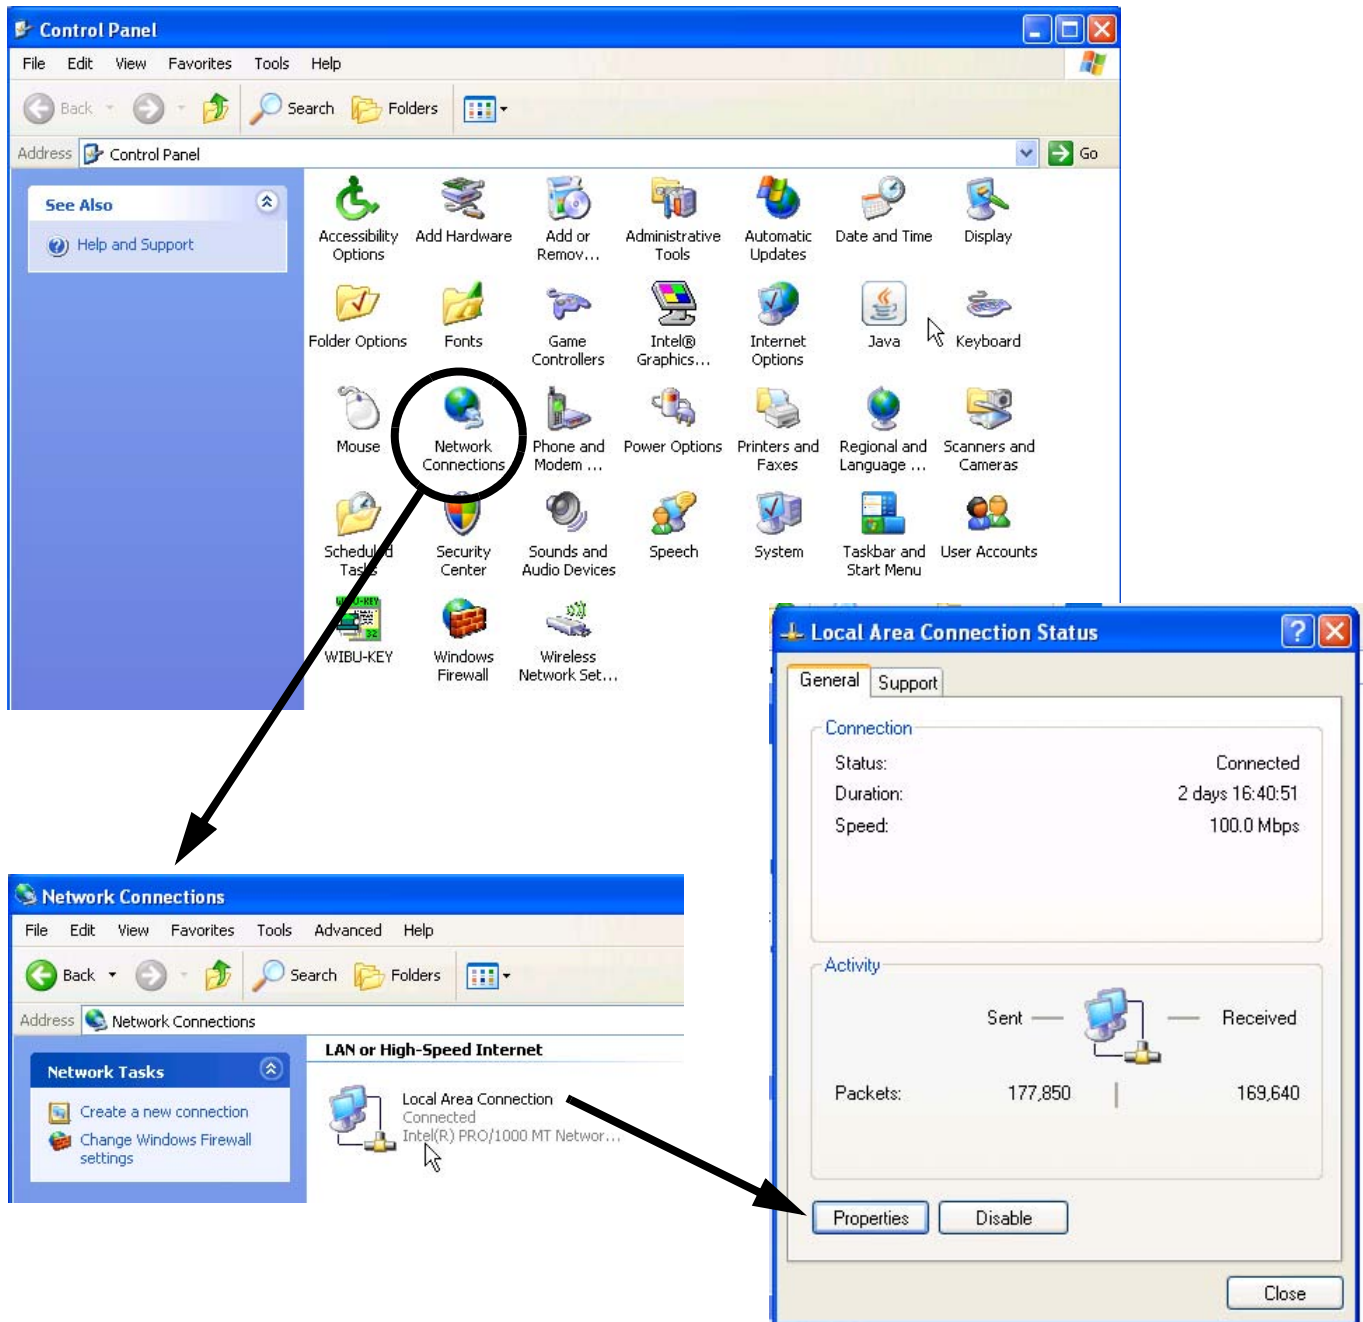
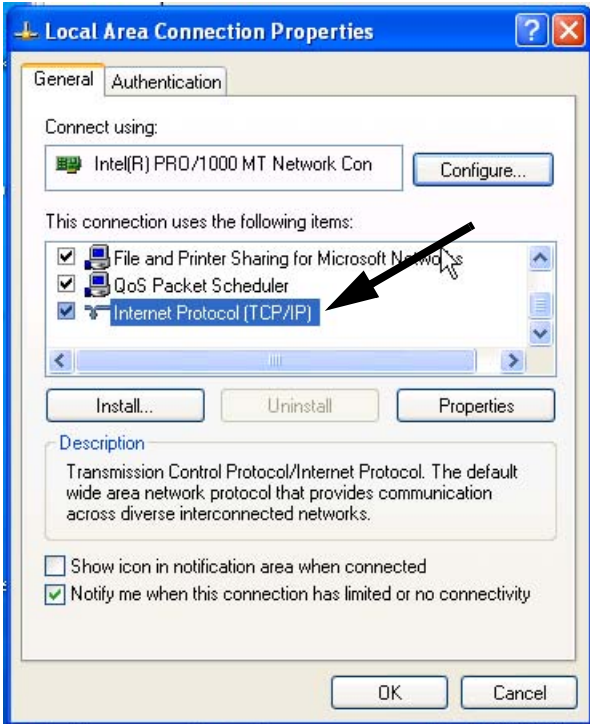

FIG. 2 : Assignez une adresse IP à l'ordinateur
FIG. 3 : Fenêtre Local Area Connection Properties
b. Voir FIG. 2. Double cliquez sur Network Connections. Double cliquez sur Local Area Connection pour ouvrir la fenêtre Local Area Connection Status. Cliquez sur Propriétés pour ouvrir la fenêtre Local Area Connection Properties. Voir FIG. 3.